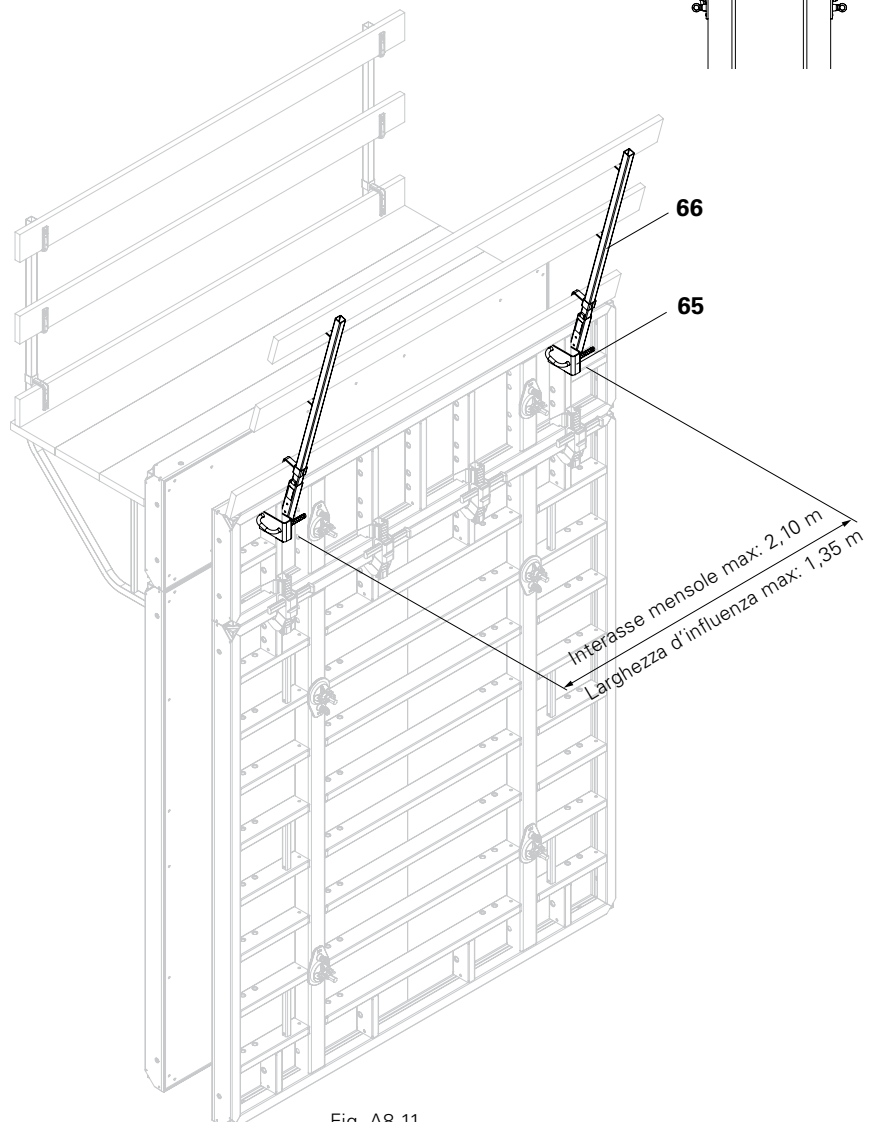

Fig. A8.11
3. Inserire il montante parapetto HSGP (66).
4. Posizionare le tavole in legno inchiodarle-avvitarle. (Fig. A8.11)